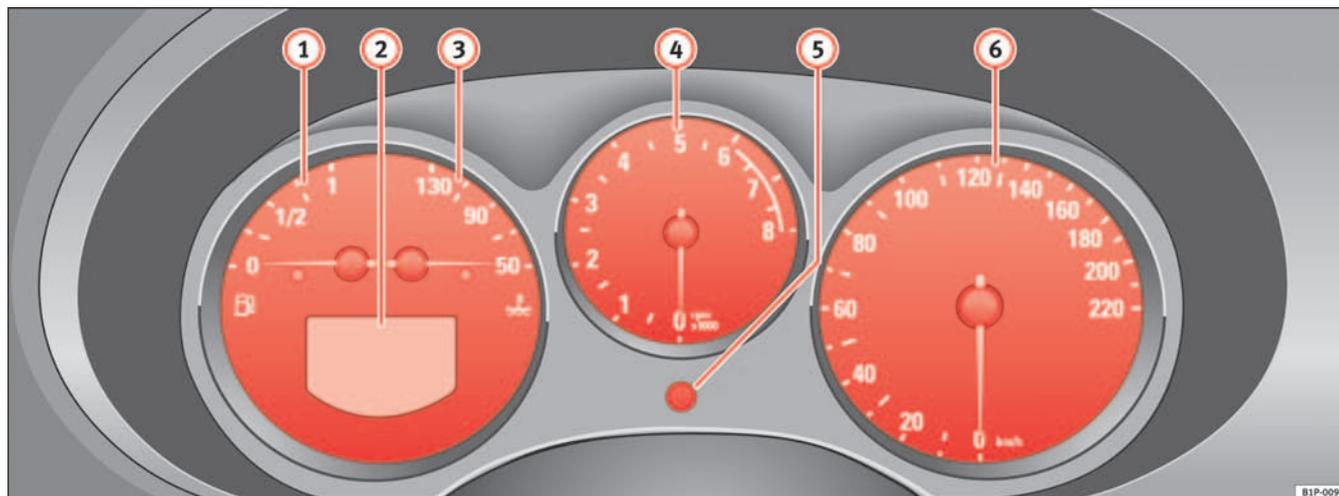

Fig. 33 Vue partielle du tableau de bord : Cadrams dans le combiné d'instruments
Le début de la zone rouge du compte-tours ⇒ page 58, fig. 33  représente, pour chaque vitesse, le régime maximal autorisé du moteur à sa température normale de fonctionnement. Il est recommandé d'engager la vitesse immédiatement supérieure, d'enclencher le levier sélecteur en position D ou de lever le pied de l'accélérateur avant que l'aiguille n'atteigne cette zone.
- Pour régler les heures, tournez le bouton de réglage ⇒ page 58, fig. 33  vers la gauche jusqu'en butée. Tournez brièvement le bouton de réglage vers la gauche pour faire avancer les heures par pas de une heure.
Le totalisateur droit enregistre les trajets partiels. Le dernier chiffre indique les centaines de mètres. Le compteur pour les trajets courts peut être remis à zéro en appuyant sur le bouton de remise à zéro ⇒ page 58, fig. 33 ⑥.